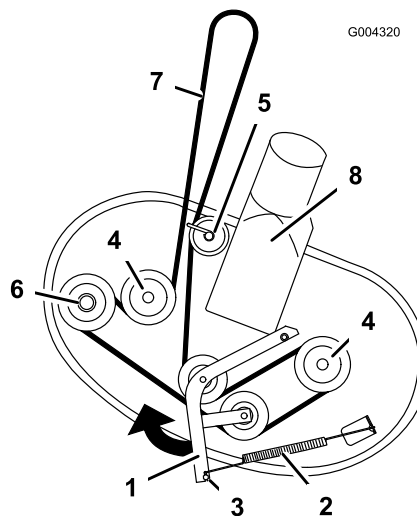

Figura 59
5. Desaperte a fixação que prende o guia da correia à polia traseira (Figura 59).
6. Empurre o braço intermédio na direcção mostrada em Figura 59 e rode a correia para fora das polias.
7. Coloque a nova correia em redor da polia do motor e nas polias do cortador (Figura 59). Coloque a nova correia sob o guia da correia e em redor da polia traseira.
8. Empurre a polia intermédia na direcção mostrada em Figura 59 e encaminhe a correia para a polia do braço intermédio e polias do eixo (Figura 59).
9. Aperte a fixação que prende o guia da correia à polia traseira (Figura 59).